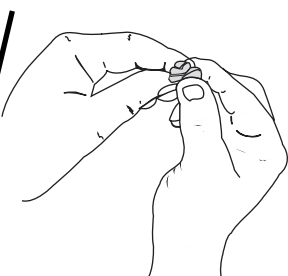

Fig. 36
5. Pressez le filtre pour répartir et drainer l'excédent d'huile (Fig. 36).